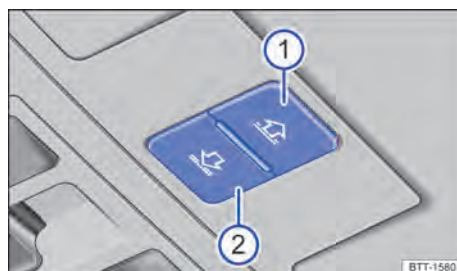

Fig. 86 No revestimento interno do teto: teclas para comandar a cortina de proteção solar.
Os botões → Fig. 86 ① e ② têm dois níveis. Ao pressionar os botões até o primeiro nível, é possível abrir ou fechar a cortina de proteção solar total ou parcialmente.
- Antes que transcorram cerca de 5 segundos desde a ativação do limitador de força, pressione o botão → Fig. 86 ② até que a cortina seja fechada completamente.